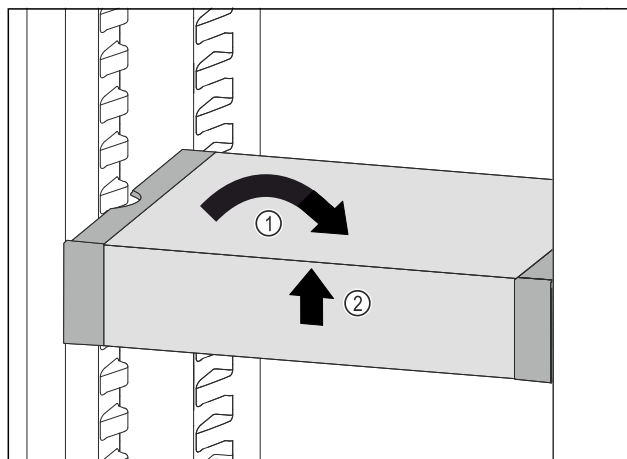

Fig. 214
- Ispravite VarioSafe. Fig. 214 (1)
- Podignite sprijeda VarioSafe. Fig. 214 (2)